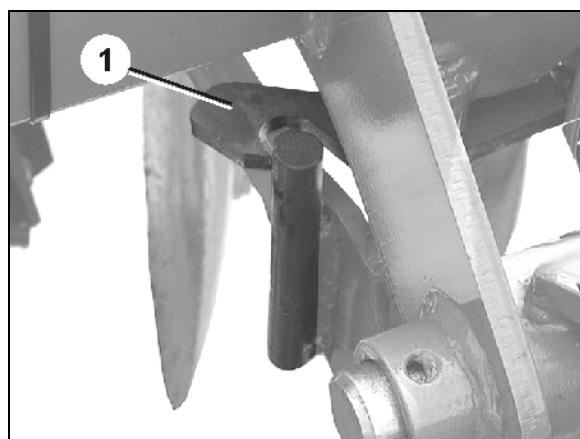

Fig. 27
- Bateriile cu discuri se blochează pe ambele părți cu cârligul de siguranță (Fig. 27/1) în poziția de transport.
- Cârligul de siguranță deblochează bateriile cu discuri (Fig. 27/1).